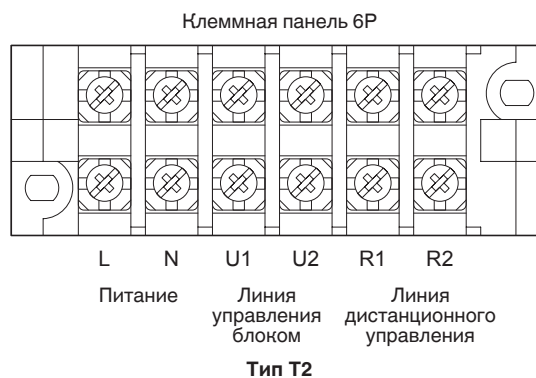

Рис. 4-2
- (1) См. Раздел 4-2. «Рекомендуемая длина и диаметр проводки для системы питания» для получения пояснений размеров В, С, D и E на приведенной выше схеме.
- (2) На принципиальной схеме соединений внутреннего блока показаны клеммные панели, однако клеммные панели вашего оборудования могут отличаться от данной схемы. (Рис. 4-2)
- (3) Перед включением питания необходимо установить адрес цепи хладагента (R.C.).
- (4) Установка адреса может автоматически выполняться пультом дистанционного управления. См. инструкции по установке, прилагаемые к пульту дистанционного управления (дополнительное оборудование).